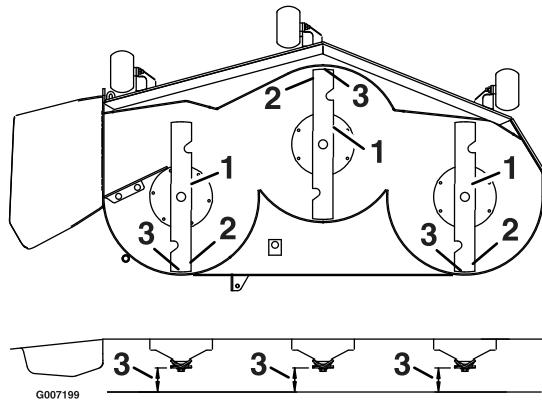

**Figura 38**
1. Inspeccione los filos de corte (Figura 38). Si los bordes no están afilados o tienen muescas, retire las